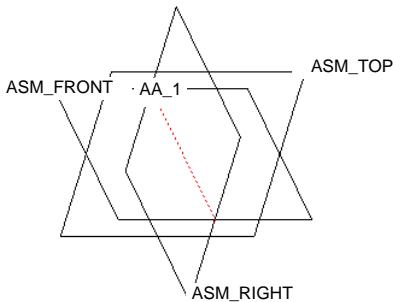

图 7.3.1 创建基准轴 AA_1
Step2. 选取基准平面 ASM_RIGHT，定义为 **穿过**；按住 Ctrl 键，选取 ASM_FRONT 基准平面，定义为 **穿过**；单击对话框中的 **确定** 按钮，得到图 7.3.1 所示的基准轴 AA_1。